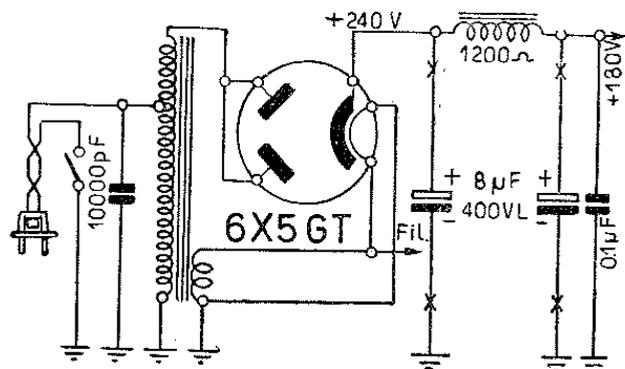

Fig. 14.1. - Schema di tipico alimentatore con valvola rettificatrice ed impedenza di filtro.
*Prima causa comune:* distacco di uno dei due condensatori elettrolitici di filtraggio; in fig. 14.1 è indicato lo schema di un alimentatore di tipo normalissimo, provvisto di autotrasformatore. La massima tensione rettificata viene prelevata dal catodo della 6X5 GT; è costituita da semi-onde della tensione alternata della rete-luce. Vi sono 50 semionde al secondo. Da esse si ottiene una tensione praticamente continua per effetto del filtro costituito dal condensatore elettrolitico d'entrata (o primo elettrolitico), dalla bobina di campo (bobina di eccitazione) dell'altoparlante, e dal condensatore elettrolitico di uscita (o secondo elettrolitico). Ciascun elettrolitico è provvisto di due linguette metalliche, o di due cavetti gommati. Può essersi staccata la saldatura dal lato della tensione positiva, o da quello della tensione negativa (telaio).
RIDUZIONE DEL RONZIO. — Negli apparecchi ad autotrasformatore può mancare spesso il condensatore filtro-rete; può riuscire utile un condensatore di 10 000 pF, fig. 14.1, tra il capo rete non a massa e il telaio. Se si tratta di apparecchio a resistenza, è provvisto di condensatore di 100 000